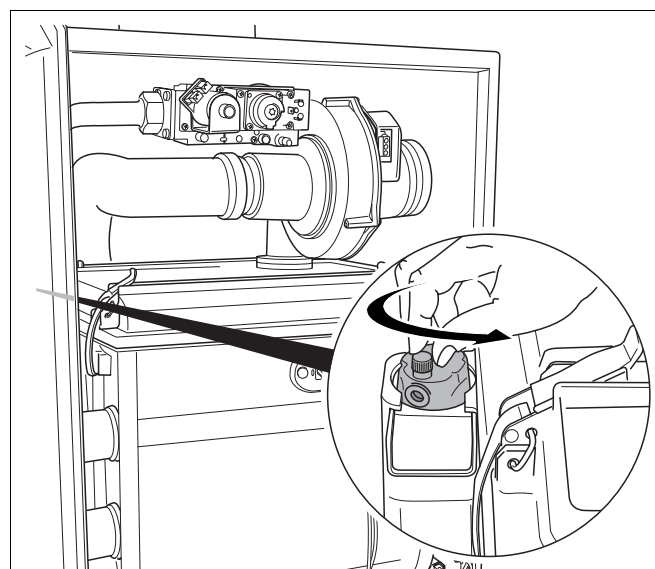

Fig. 62 Åbning af den automatiske udluftning
Kedlen er udstyret med en automatisk udluftning (fig. 62), der bruges til udluftning af kedlen.
- Løsn beskyttelseshætten på den automatiske udlufter (fig. 62) en omdrejning.